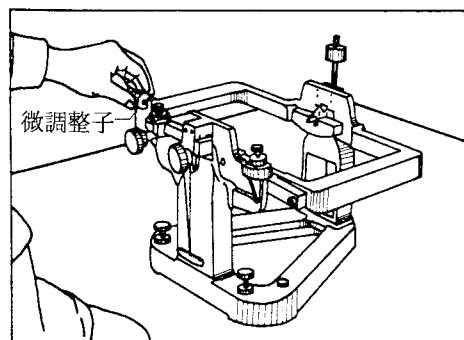
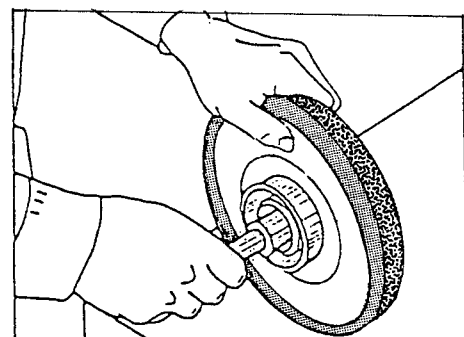

図1-13 微調整子をまわして天秤のバランスをとる
図1-14 専用バーを取付ける
- ② バランスがとれていない場合は、微調整子を回して指針が目盛の「0」の位置に静止するように調整する(図1-13)。
- (3) ダイヤモンド砥石をバランス台にのせる。
- ① 砥石の軸取付け穴と専用バーをきれいに掃除し、専用バーをしっかりとめ合わせる(図1-14)。